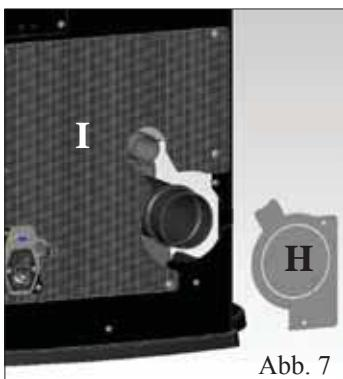
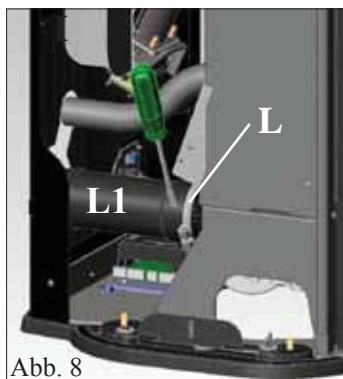

Abb. 7
Abb. 8
- Klappe schließen und die hinteren Blechprofile entfernen (G - Abb. 7).
- Glasseiten abmontieren (H - Abb. 8) und den Transportschutz entfernen.
- Glas-Top abnehmen (H - Abb. 7).
- Das Seitenteil aus Stahl, das an der Struktur der Herd mit 2 Schrauben (X - Abb. 7) zu entfernen, nach oben heraus ziehen (I - Abb. 8).
- Die Trennwand (H - Abb. 7) und bei Bedarf auch den gelochten unteren Teil heraus nehmen (I - Abb. 7). – Schelle lockern (L - Abb. 8) und das Rauchgas-Rohr entfernen (L1 - Abb. 8).